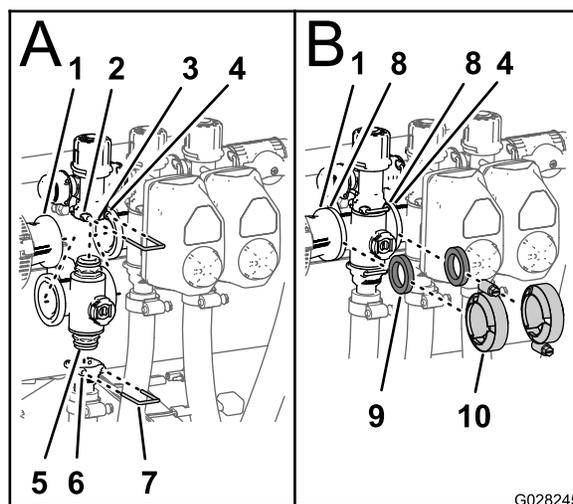

図 78
4. エンドキャップフィッティングを出口フィッティングに取り付ける 出口フィッティングのソケットにリテーナを差し込んで固定する 図 78; A。
5. リデュースカップリングのフランジと個別ブームバルブマニホールドのガスケット1枚を入れる 図 78; B。
6. リデュースカップリング、ガスケット、個別ブームバルブマニホールドを組み立ててクランプを手締めする 図 78; B。
7. 一番左側のつの個別ブームバルブを取り付ける場合には、両隣のつの個別ブームバルブのフランジとの間にガスケット1枚を入れる 図 78; B。
8. 各個別ブームバルブ、その両隣の2つの個別ブームバルブのマニホールド、ガスケットを組み立ててクランプを手締めする 図 78; B。